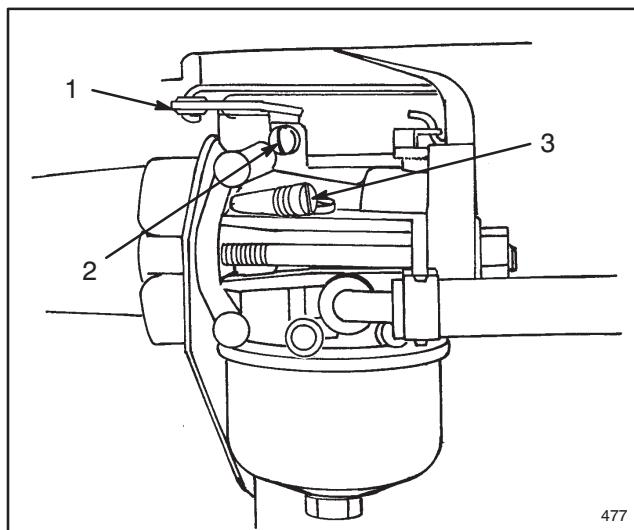

Figure 14
1. Visser doucement la vis de richesse du ralenti à fond, sans forcer (Fig. 14). Ne pas aller trop loin, sous peine d'endommager la vis.
4. Tourner la commande des gaz (Fig. 14) dans le sens anti-horaire et la maintenir contre la vis de réglage de vitesse du ralenti (Fig. 14), tout en tournant celle-ci afin d'obtenir 1750 tr/mn.